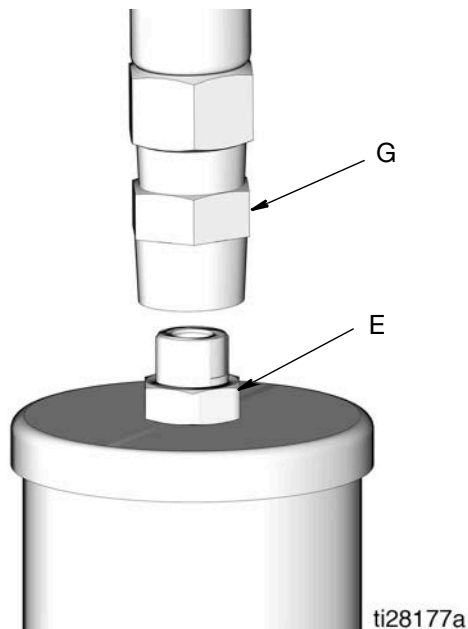

FIG. 7
3. Scollegare la linea di alimentazione del lubrificante (G) dalla mandata della pompa (E) (FIG. 7).
5. Far funzionare la pompa per alcune corse finché dalla mandata (E) non fuoriesce olio privo di aria (FIG. 7).